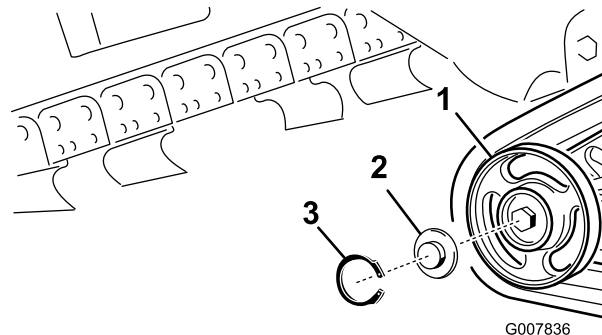

Figura 51
2. Rimuovere l'anello elastico e il tappo da una ruota non motrice (Figura 51).
3. Controllare il grasso sotto il tappo e attorno alla guarnizione (Figura 51). Se risulta sporco, sabbioso o consumato, eliminarlo completamente, sostituire la guarnizione e applicare del grasso nuovo.
5. Collocare il tappo ingrassato della ruota non motrice sulla testa del bullone (Figura 51).
6. Fissare il tappo della ruota con l'anello elastico (Figura 51).